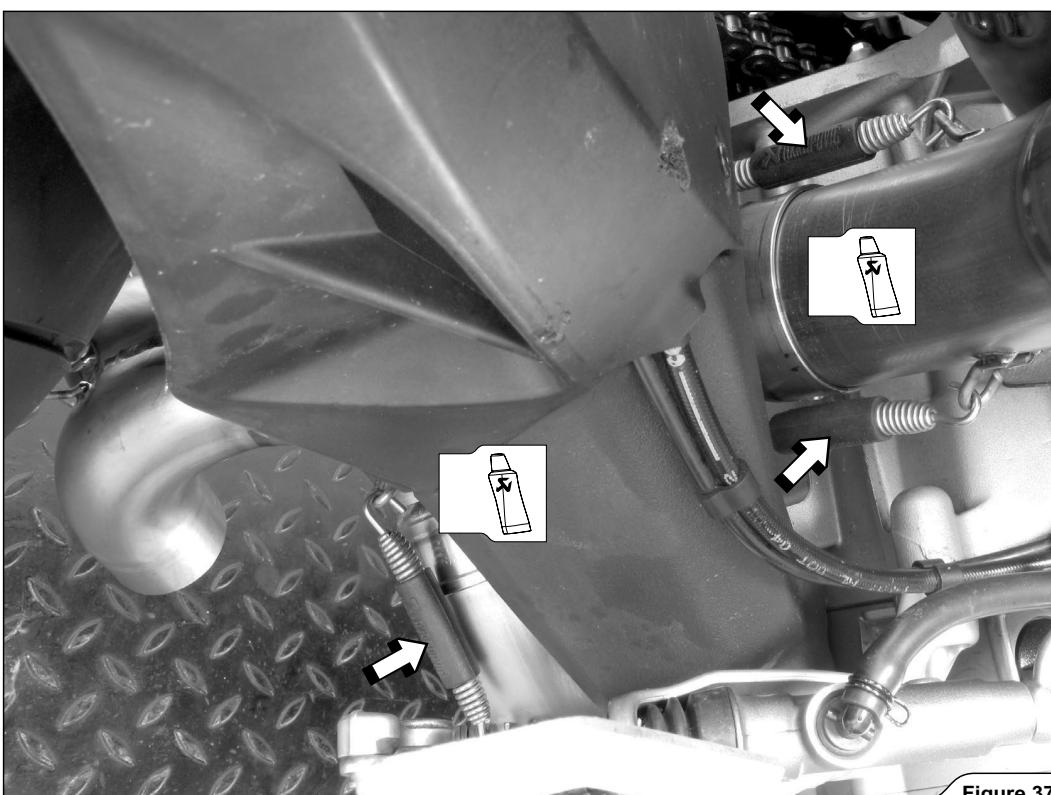

Figure 37
- マニホールドを両方の連結ホース上でスライドさせ、スプリングを取り付けます (図 37)。